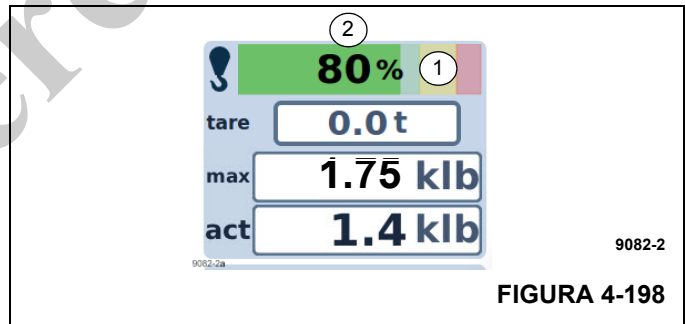

FIGURA 4-198
El grado de utilización muestra el peso de la carga actual como un porcentaje de la carga máxima posible. La pantalla (2, Figura 4-198) indica el valor porcentual. La pantalla (1) muestra las gamas en diferentes colores: